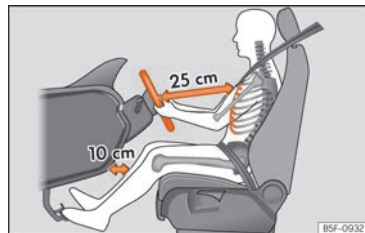

Abb. 17 Der richtige Abstand des Fahrers zum Lenkrad muss mindestens 25 cm (10 inch) betragen.
- Lenkrad so einstellen, dass der Abstand zwischen Lenkrad und Brustbein mindestens 25 cm (10 Zoll) beträgt »» [Abb. 17] und das Lenkrad mit beiden Händen und leicht gebeugten Armen seitlich am äußeren Rand festgehalten werden kann.